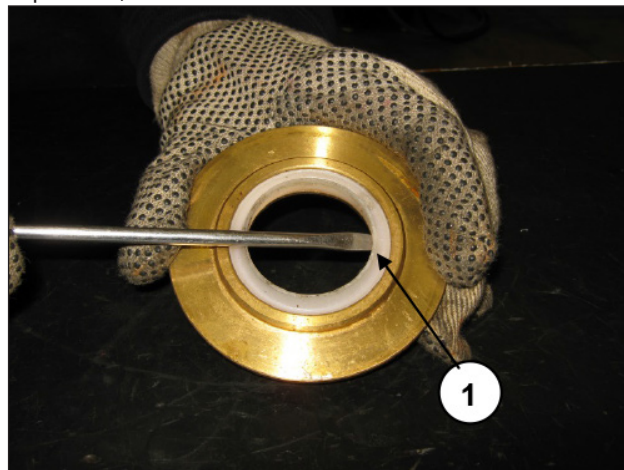

Рис. 112
Теперь можно снять масляное кольцо с помощью простых инструментов, как указано в поз. ①, Рис. 112, следя за тем, чтобы не повредить гнездо.